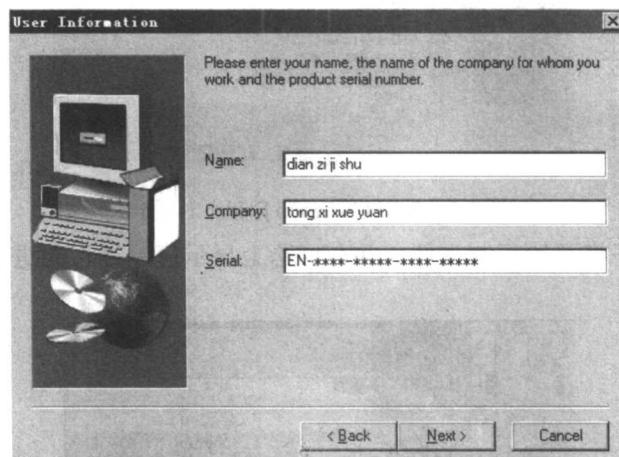

图 1-7 User Information 对话框
安装程序启动后，第一阶段安装过程中出现过的安装界面、简要安装说明及版权声明等界面或对话框还会依次出现，安装者只要点击其中的 Next 或 Yes 按钮，直到图 1-7 所示的 User Information 对话框出现。
(2) 在图 1-7 所示对话框的 Name 栏中输入用户名，Company 栏中输入所属公司或单位名称，Serial 栏中键入软件序列号，该序列号可以在安装光盘包装盒上找到(包括 2 个开头字母及 18 个阿拉伯数字，2 个字母反映所用软件的版本，如 ed 表示教育版，en 表示教育网络版，pP 则表示增强专业版)，点击 Next 按钮。如果序列号正确，将出现一个对话框，告知序列号验证的正确性。点击 Next 按钮继续下一步。